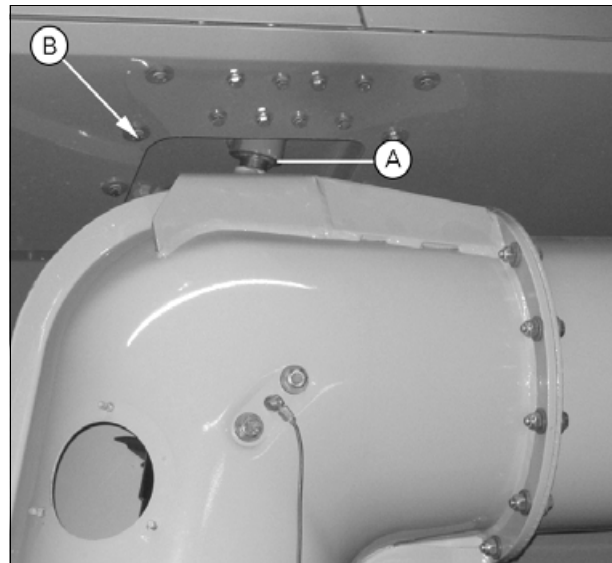

Рис. 1.
- После установки разгрузочного шнека в сборе необходимо отрегулировать положение верхнего подшипника (А) *рис. 1.* Отверните болты (В) *рис. 1.* Убедитесь, что горизонтальная разгрузочная труба установлена на опорный кронштейн (С) правильно. Снова затяните болты.